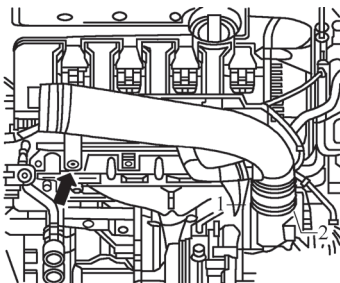

图 5-56 旋出空气导管的螺栓
2) 如图 5-56 中箭头所示，旋出空气导管的螺栓。松开卡箍 2，并从涡轮增压器上拔下空气导管。按压解锁键 1，脱开曲轴箱的通风管路。